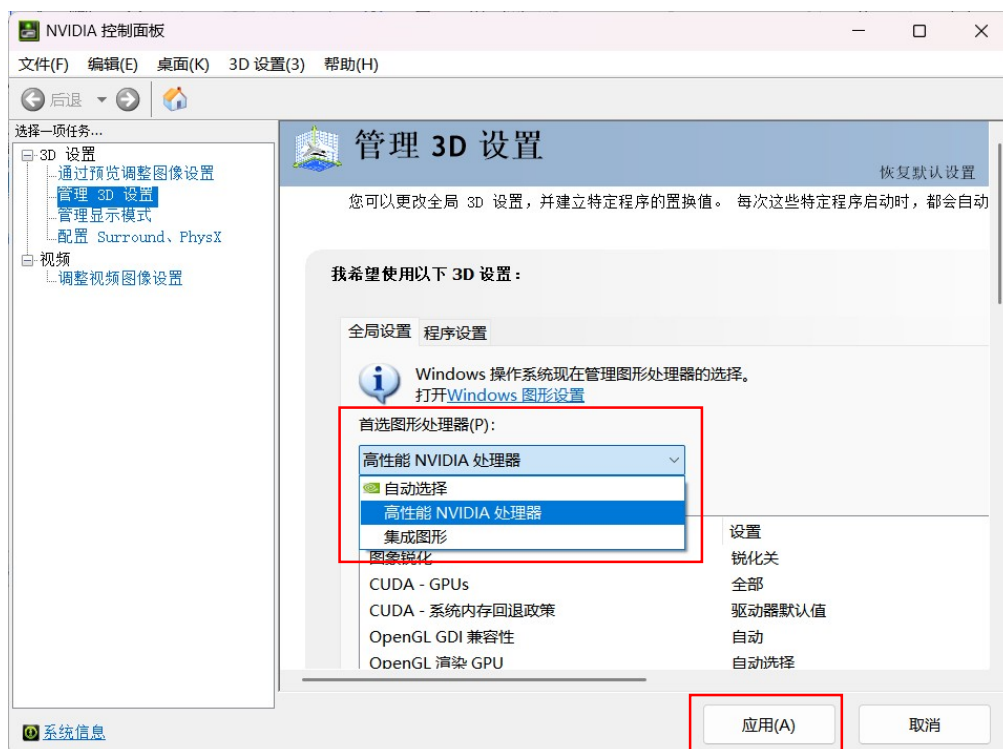

图 4-10 高性能模式设置示意图
2、左侧选择“管理 3D 设置”，在“首选图形处理器”选项下拉框处，选择“高性能 NVIDIA 处理器”，点击“应用”，如图 4-10 所示。